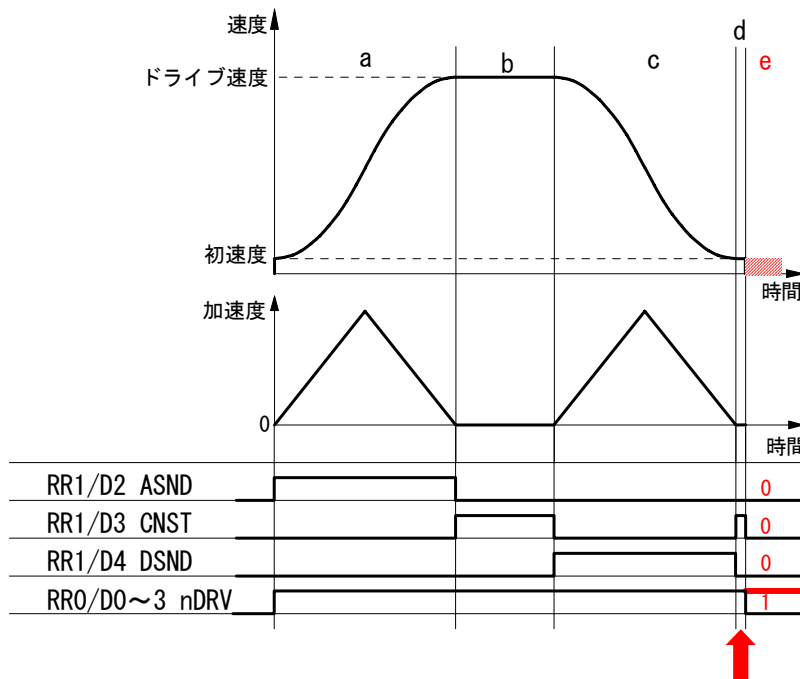

図3 RR1レジスタが示す加減速状態
ICのRR1レジスタからは、加速中(ASND)、定速中(CNST)、減速中(DSND)の加減速状態を読み取ることができますが、この時の加減速状態は次の図3ようになります。
減速停止要求が入ると不具合が発生する可能性がある区間は図3中dの区間で、この時の加減速状態は定速(CNST=1)を示しています。また不具合(連続してパルスを出す)が発生した場合には、ドライブ中(RR0/nDRV=1)にもかかわらず、ASND,CNST,DSND はいずれも0となります。
基本的には減速が始まったら、減速停止をさせる必要がないわけですから、減速停止命令(26h)の発行を禁止するようにします。減速中であることを知るには通常nRR1/D4(DSND)を見ますが、図3に示すように、減速停止命令を書く和不具合が発生するのは図3中dの区間です。この区間ではDSNDビットは0になりCNSTビットが1になります。従って、回避策として次の2つの方法を提案させていただきます。
減速停止をかけたい区間は加速時及び定速時(図3のaとb)ですが、図3に示すように、不具合を起こす区間dも定速区間bと同じ定速状態を示します。しかし現在速度に違いがあり定速区間bでは設定ドライブ速度に近く、不具合を起こす区間dでは初速度に近い値です。従って、ドライブ開始前に初速度とドライブ速度の中間の速度を判定速度 $((\text{ドライブ速度} - \text{初速度})/2 + \text{初速度})$ として求めておき、ドライブ中減速停止命令を発行する時には、加速中(ASND=1)または定速中(CNST=1)で且つ現在速度 \geq 判定速度ならば減速停止命令を発行するようにします。
割込みの発生要因として、図3に示すS字加減速の定速域(b区間)終了を設定することができます。しかしこの割込みは、図3に示すように、
- ① 定速域終了を確認します。ドライブしている軸の RR3/D5(C-END)ビットが 0 の場合は、他の割り込み要因ですので、そちらの割り込み処理を行ないます。
- ② 減速域に入ったか確認します。RR1/D4(DSND)=1 の場合は、図 3 の b 区間から c 区間にはいった時ですから、そのまま処理を終了します。=0 の場合は d 区間終了であること示していますので、③の処理に移ります。
- ③ ドライブの終了を確認します。もしドライブが終了していれば、d 区間も正常に終了したことなので、そのまま処理を終了します。ドライブが終了していない場合は、d 区間が終了したにもかかわらずドライブ状態であることですので、不具合が発生したことがほぼ確定できます。即停止命令をかける前に、次の④と⑤は安全のために確認します。
- ④ ハードリミットがオンしていることを確認します。RR1/D12,D13 ビットはそれぞれ+方向、-方向のリミットが作動すると 1 を示しますので、D12=1 または D13=1 ならば、進行方向のリミットがオンしたと判断します。
- ⑤ 不具合発生時には ASND=CNST=DSND=0 となるので、これを確認します。
- ⑥ 即停止命令を発行します。
(2) IC からの割り込みを使用しない場合
図 3 の d 区間において進行方向のリミットがアクティブになると不具合が発生します(正確には、まれに発生する場合があります)。これを事前に回避する方策はありませんので、不具合が発生したら直ちに停止させる方法を取ることになります。図 3 に示すように不具合が発生すると(e 区間)、ドライブ状態のまま(RR0/nDRV=1)、加減速状態は ASND、CNST、DSND とともに 0 になります。この状態は正常なドライブでは起きません。よって、次のような対策のための処理例を示します。